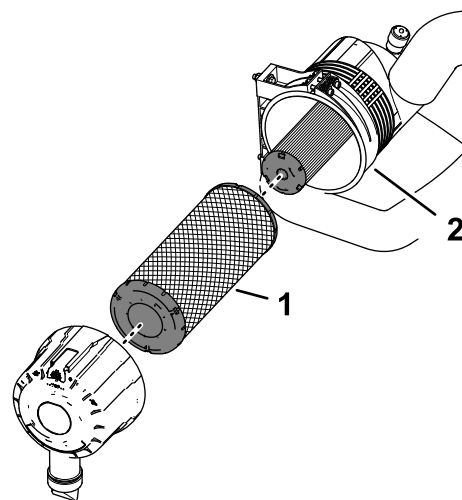

Figure 75
7. Retirez le préfiltre (Figure 75).